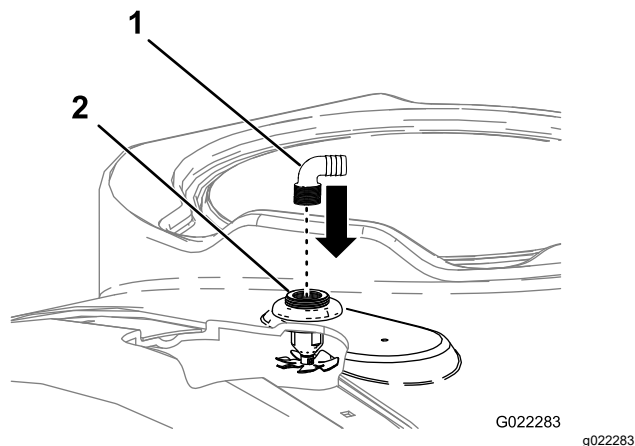

Figura 6
4. Instale los 2 conectores de manguera en los orificios roscados de los conectores estancos de las boquillas de enjuague (Figura 6).